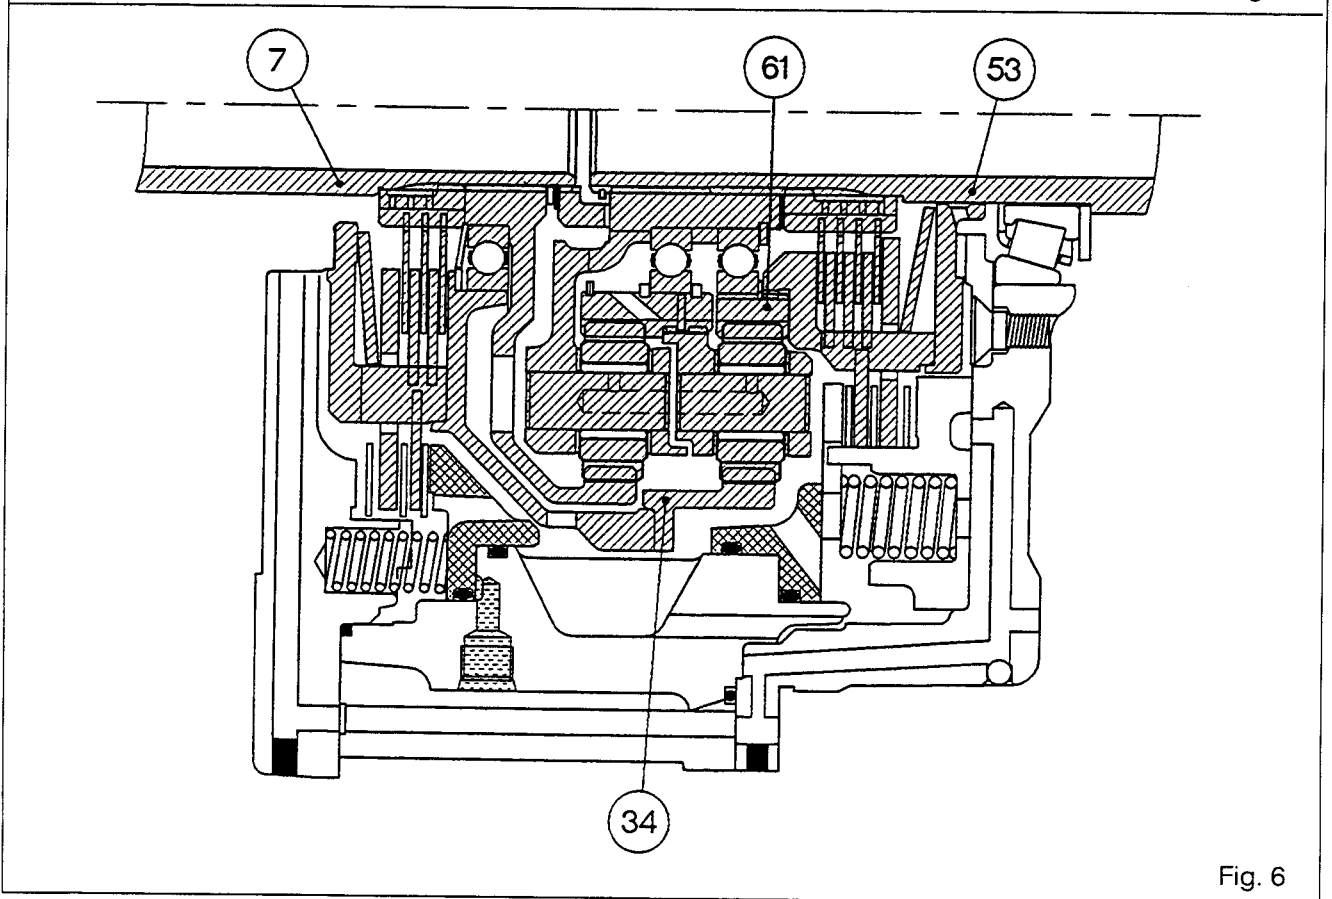

Fig. 6
**Ratio D: Ratio 1/1 (Fig. 6)**